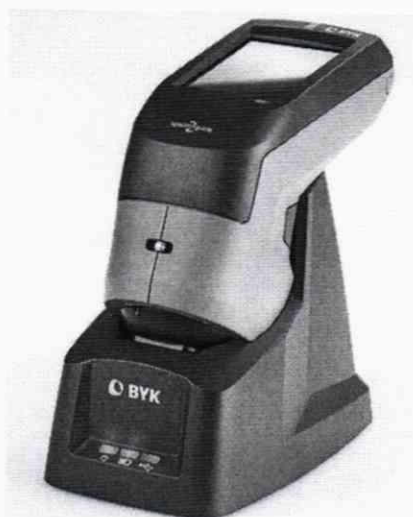

Рисунок 1 - Спектрофотометр, вставленный в док-станцию.
8.2.1. Поместите спектрофотометр в док-станцию (рисунок 1), калибровка прибора выполняется автоматически, при помощи встроенного в док-станцию калибровочного белого стандарта.
Установите спектрофотометр вертикально на центр белого калибровочного стандарта из комплекта спектрофотометра, нажмите кнопку «включение/работа» для начала измерения (рисунок 1). После проведения калибровки на экране высветится надпись «Instrument calibration valid».